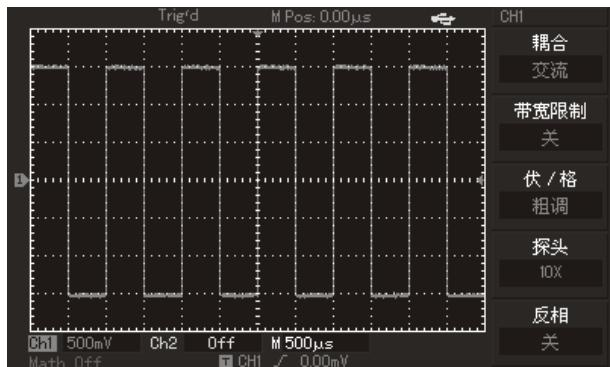

图1-7 探头补偿信号
- ③. 把探头的探针和接地夹连接到探头补偿信号的相应连接端上。按 **AUTO** 按钮。几秒钟内，可见到方波显示(1kHz, 约3V, 峰峰值)，见图1-7。以同样的方法检查CH2，按 **OFF** 功能按钮以关闭CH1，按 **CH2** 功能按钮以打开CH2，重复步骤2和步骤3。